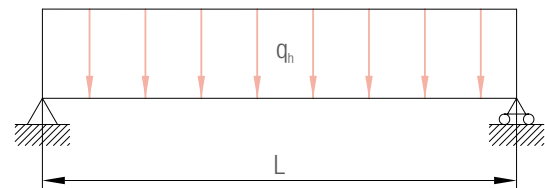

Abbildung 7: Lastfall Nutzlast
Brüstungen und Geländer, wie beispielsweise Kämpfer bei geschosshohen Elementen, müssen eine horizontale Streckenlast nach DIN EN 1991-1-1 (NA) aufnehmen können, sofern sie der Absturz-sicherung dienen (Abbildung 7).